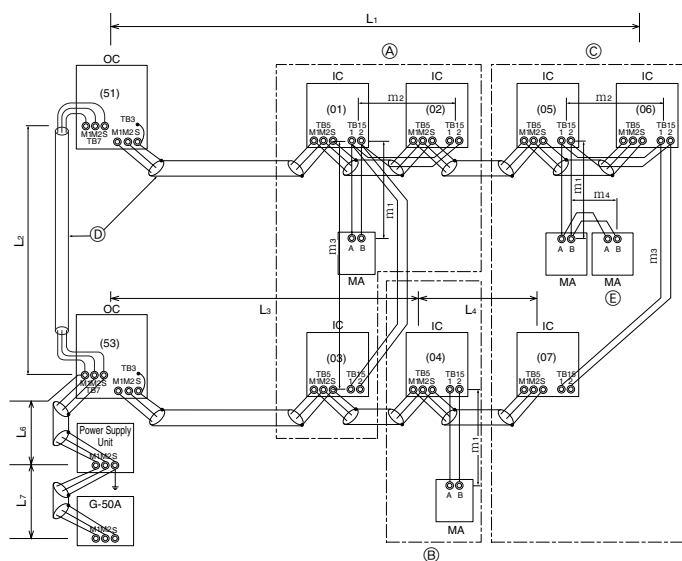

Fig. 6-3
■ **MA Unità del comando a distanza (Fig. 6-3)**